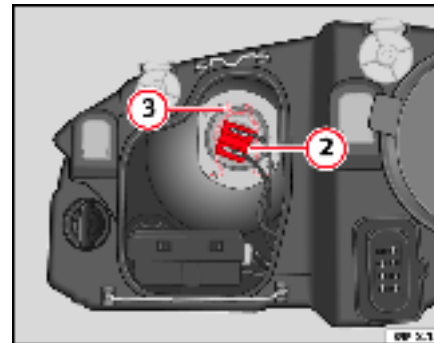

Fig. 185 Feux de croisement
- Retirez le connecteur ⇒ page 271, fig. 185 ② de la lampe.
- Décrochez le ressort entrebâilleur ⇒ page 271, fig. 185 ③ en le pressant vers l'intérieur et vers la droite.